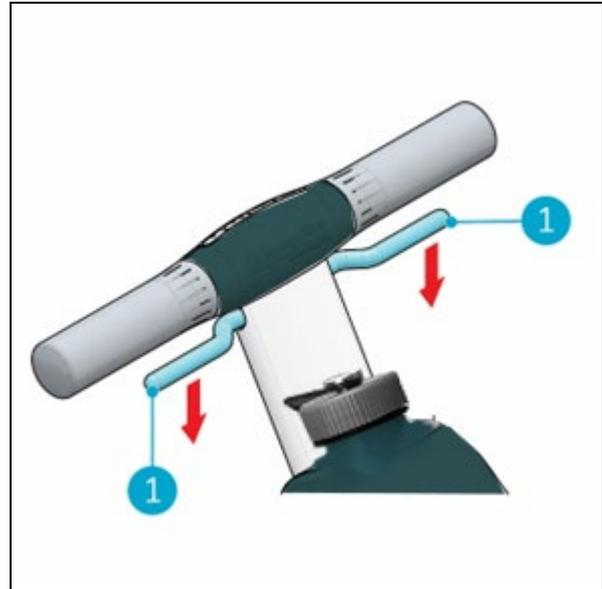

Figura 20
Libertar o gatilho (Figura 20, pos 1) pára automaticamente a i-mop® Lite.